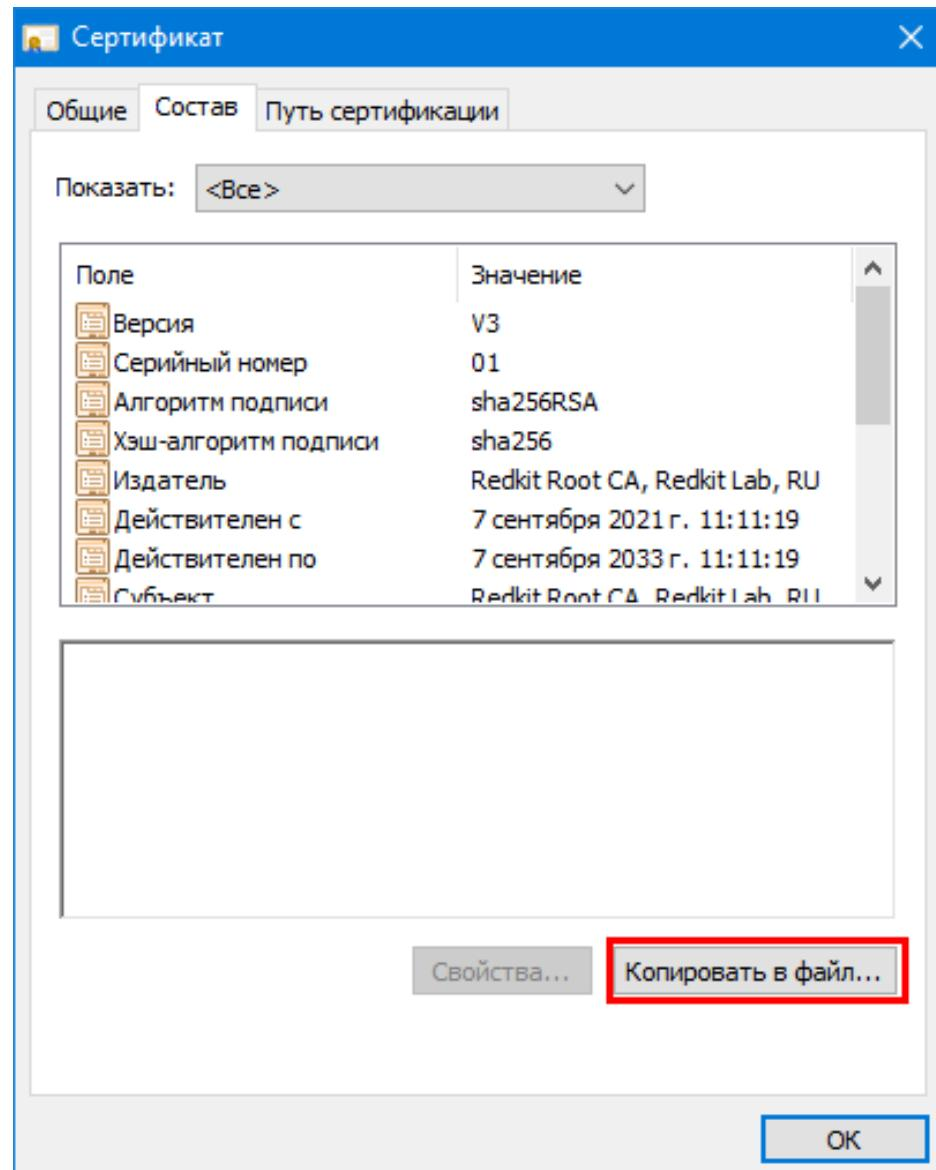

Рисунок 519 - Копировать в файл
- На вкладке **Состав** нажмите **Копировать в файл...** (Рисунок 519).